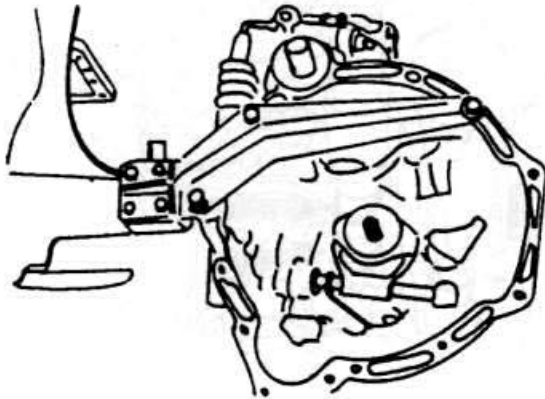

Рис. 3.12
- ♦ При помощи специального держателя (рис. 3.12) закрепите коробку передач в монтажной стойке.